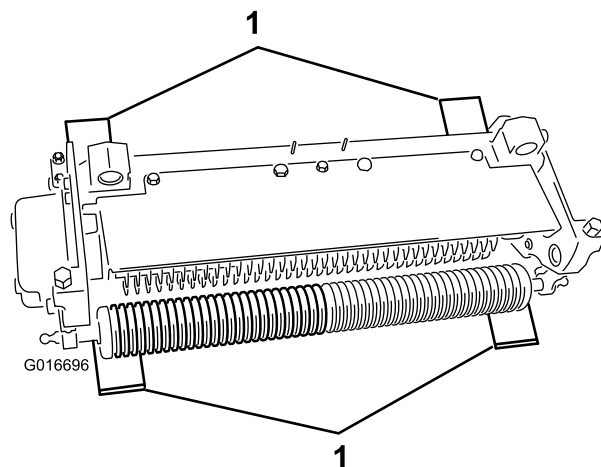

图 9
2. 将 4 个所需厚度为刀片穿透深度的调刀尺分别放在切根滚刀组前、后滚筒的下面 图 9。